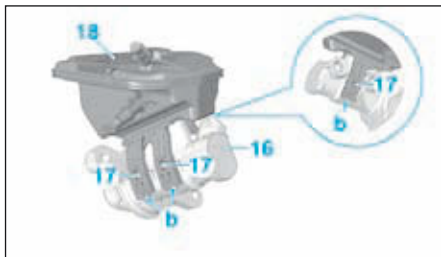

FIG.27
- A l'établi (Fig.27) :
- Ecarter les languettes des axes (17) en (b).
- Séparer le réservoir de compensation principal (18) du maître-cylindre (16).